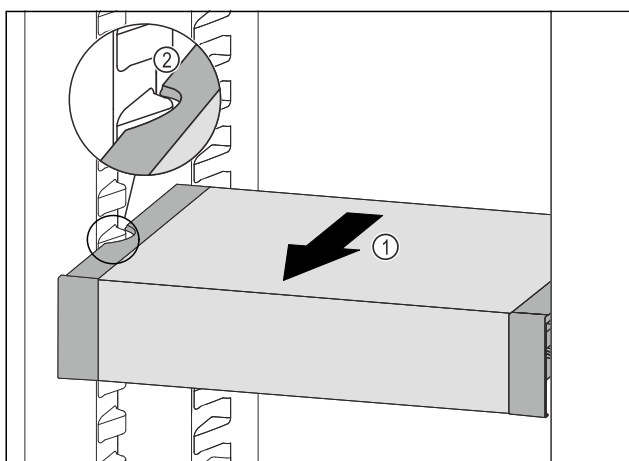

Fig. 96
- ▶ 向前拉动 VarioSafe Fig. 96 (1)，直至 VarioSafe 的侧凹与冷藏区中的容器肋梁持平。Fig. 96 (2)